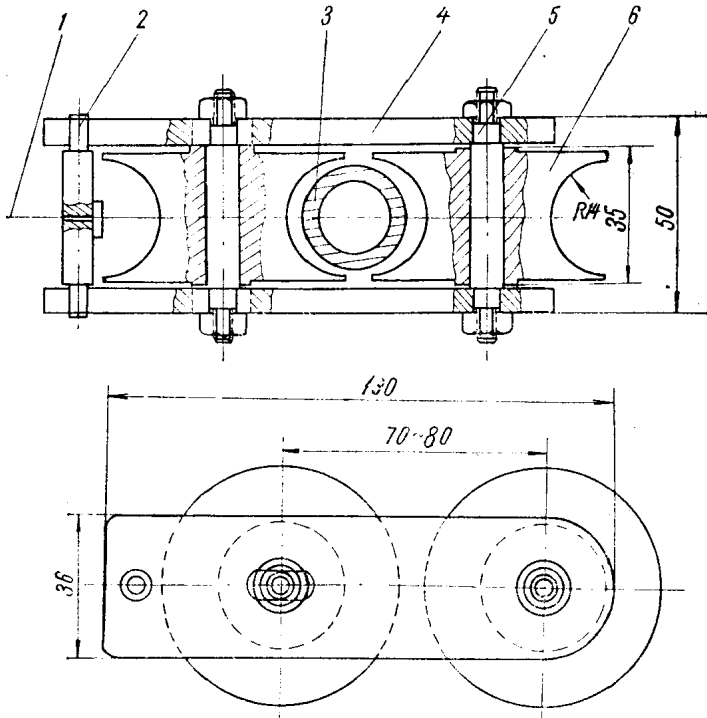

图3 滑轮支架
5. 钢丝装置中，利用普通卷尺发条，使钢丝起伸缩作用。滑轮支架如图3所示。
2. 钢丝装置一端固定刀体，另一端固定在一个钢管或任何物体上，这样就可以使刀体反作用力落在钢丝上，控制刀体前后、左右移动。刮削较宽的工件时，如大平板需使用滑轮支架（图3），这样钢丝与刀体始终成直线。